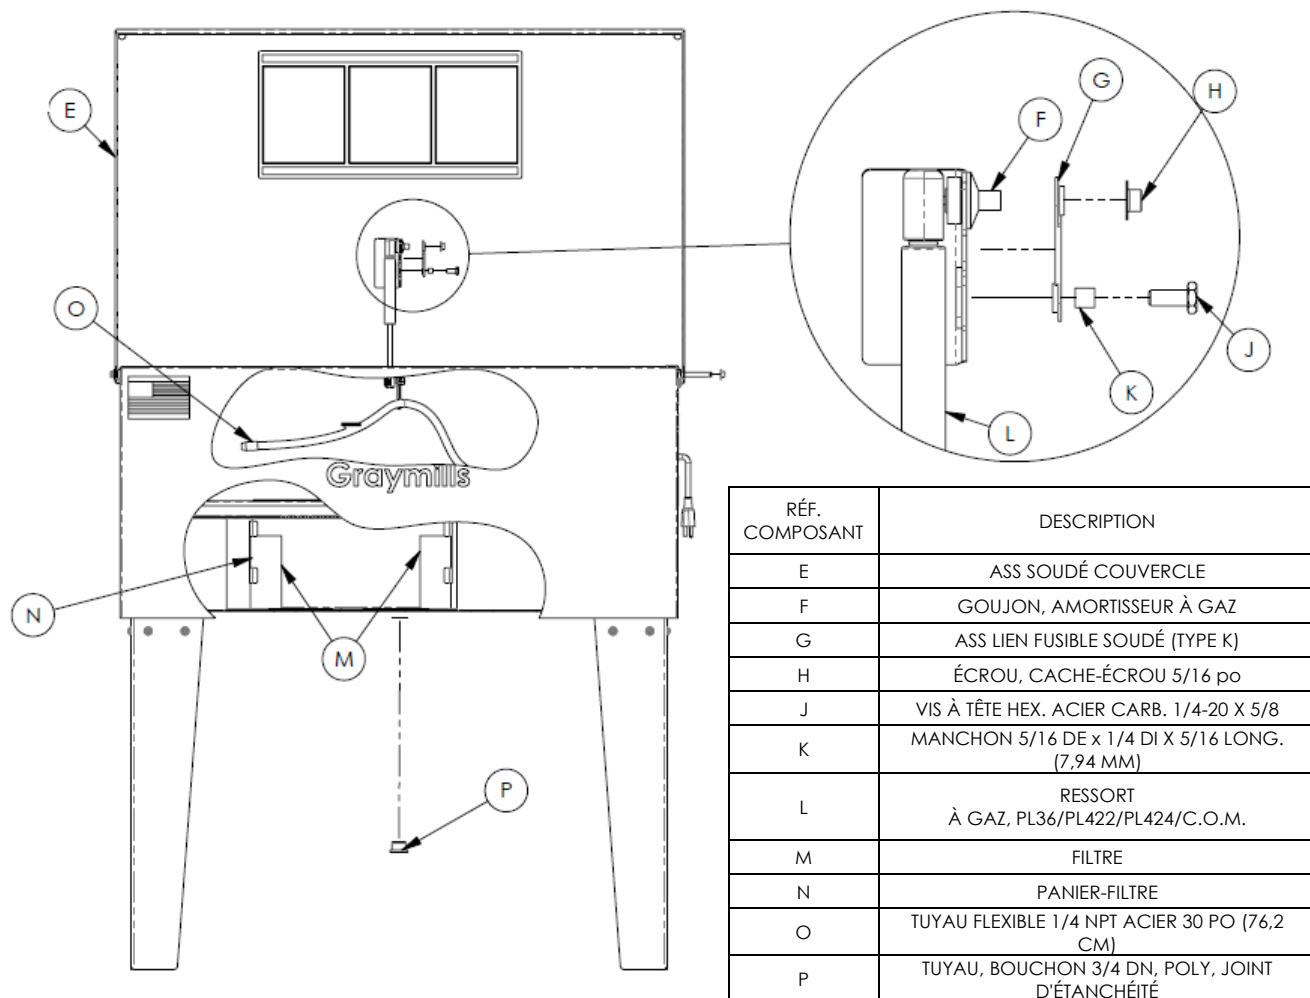

FIGURE 2
Ouvrir le couvercle de sécurité automatique (FIGURE 2 (E)) du lave-pièces Handi-Kleen. Il se soulève simplement et facilement à une main. Il n'y a rien à brancher ou débrancher pour ouvrir ou fermer le couvercle.
Le couvercle de Handi-Kleen est pourvu d'un ressort à gaz à deux voies (FIGURE 2 (L)) qui renferme aussi un élément fusible (FIGURE 2 (G)). Une fois ouvert, le mécanisme du couvercle soutient le couvercle à un angle légèrement incliné vers l'avant. Cet angle est nécessaire pour que le lien fusible puisse fonctionner dans l'éventualité peu probable d'un incendie dans la cuve. En cas d'incendie, le lien fusible fondra à 165 °F (74 °C), ce qui aura pour effet de fermer le couvercle et de réduire l'alimentation du feu en oxygène.
Le panier filtre (FIGURE 2(N)) repose sur le fond de la cuve dans le modèle PL364 et s'accroche à l'arrière de la cuve dans le modèle PL424, sous la tablette de travail. Il est facile à retirer pour le nettoyage. Le solvant s'écoule du tuyau flexible (FIGURE 2(O)) sur la tablette de travail et s'écoule par les fentes à l'arrière de la tablette de travail dans le panier-filtre qui se trouve au centre arrière de la cuve. Les saissures lourdes tomberont dans le fond du contenant rectangulaire. Le solvant s'écoulera ensuite à travers le tampon filtreur (FIGURE 2(M)) puis de nouveau dans la cuve.
Pour maximiser la durée de vie du liquide, nettoyer régulièrement le panier de récupération des boues (FIGURE 2(N)) et les blocs filtrants en mousse (FIGURE 2(M)). Au moins une fois par semaine, soulever et retirer le panier, vidanger la boue et rincer l'élément de filtrage.
- Retirer le tuyau flexible (FIGURE 2 (O)) de son support en « L » et le diriger vers les côtés de la cuve dans un contenant propre. Retirer tout le solvant, sauf le dernier 1 po (2,5 cm), à l'aide de la pompe.
- Ouvrir la vidange (FIGURE 2(P)) qui se trouve au centre du fond de la cuve pour que le reste de boue puisse s'écouler dans un seau.